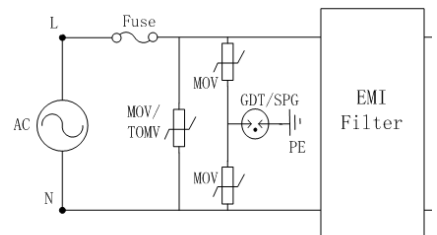

图1 AC输入端共模/差模防护电路示意图
1、在交流电源 AC 输入端浪涌保护方案，可以采用压敏电阻(MOV) 或加气体放电管(GDT/SPG)组合来进行设计。在有接地的情况下，可以采用如图 1 差共模同时防护的理念，